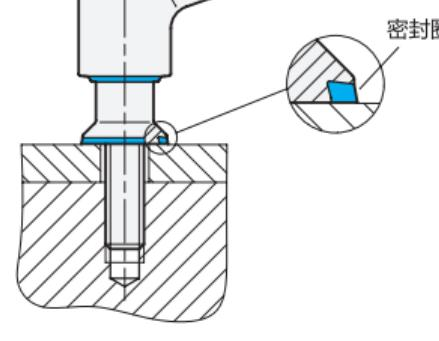

图 1
- 手柄的螺纹杆或孔必须安装在封闭的空间内。（图 1）。
因此必须遵守正确的安装位置（图 1）。